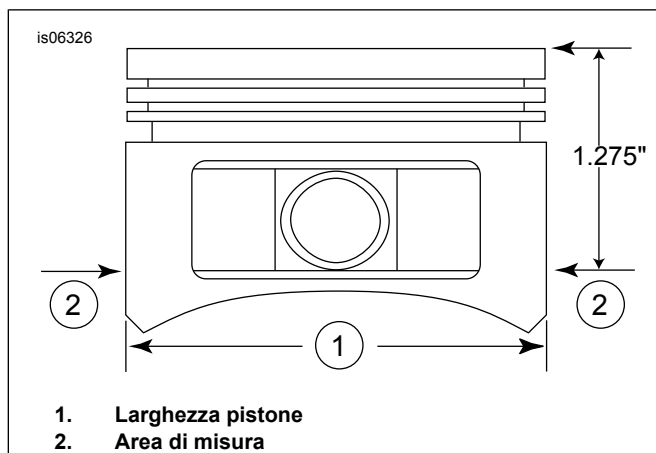

Figura 2. Misure pistone
- Vedere Figura 2. Misurare la larghezza del pistone (1), 90 gradi orizzontalmente da entrambi i lati del foro dello spinotto del pistone e 1,275 in verso il basso, a partire dalla superficie del piano (superiore) del pistone (2). Per l'accoppiamento cilindro-pistone in questo punto, vedere la tabella 11.